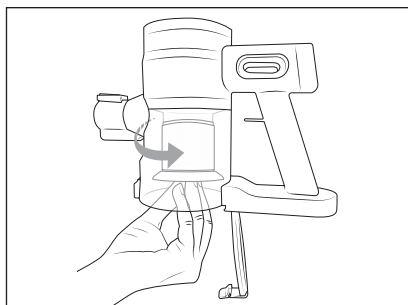

Fig. 15
- 6) Inserire nuovamente il filtro in acciaio inox **6** e il filtro EPA **5** nel contenitore della polvere **2** e ruotare il filtro EPA **5** in senso antiorario finché non s'innesta saldamente nel contenitore della polvere **2** (vedere fig. 15).